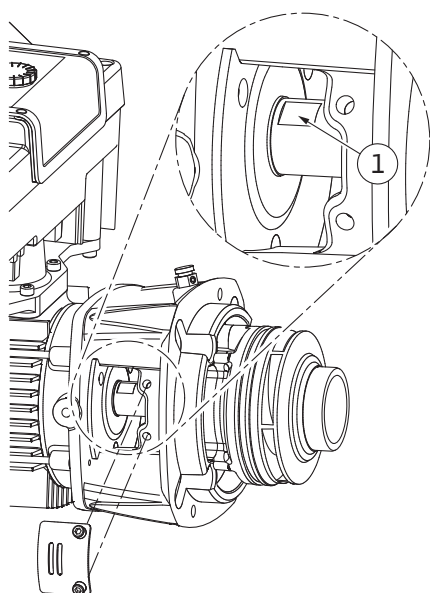

Fig. 105: Sleutelvlakken op de as
14. Plaats een steeksleutel (sleutelwijdte 22 mm) in het lantaarnstukvenster en houd de as op de sleutelvlakken vast (Fig. 105, pos. 1). Draai de waaiermoer (Fig. I, pos. 22) eruit. De waaier (Fig. I, pos. 21) wordt automatisch van de as getrokken.
15. Demonteer de compensatieschijf (Fig. I, pos. 20).
3. Plaats een steeksleutel (sleutelwijdte 22 mm) in het lantaarnstukvenster en houd de as op de sleutelvlakken vast (Fig. 105, pos. 1).
10. Plaats een steeksleutel (sleutelwijdte 32 mm) in het lantaarnstukvenster (Fig. IV, pos. 38) en houd de as op de sleutelvlakken vast (Fig. 105, pos. 1). Monteer de waaier met onderlegschiif/-schijven en moer. Schroef de moer vast. Voorkom beschadigingen van de mechanische afdichting door kanteling.
11. Maak de groef van het lantaarnstuk schoon en plaats de nieuwe o-ring (Fig. III, pos. 19).